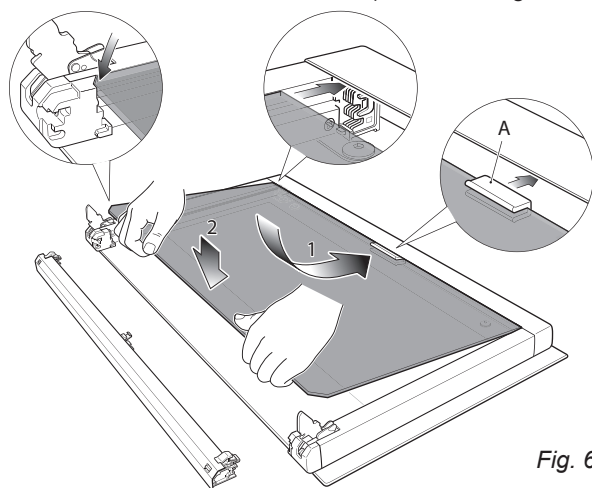

Fig. 6.21
- Verificare che la guarnizione "A" sia in posizione (fig. 6.21), altrimenti posizionarla correttamente sul bordo del vetro interno in posizione centrale.